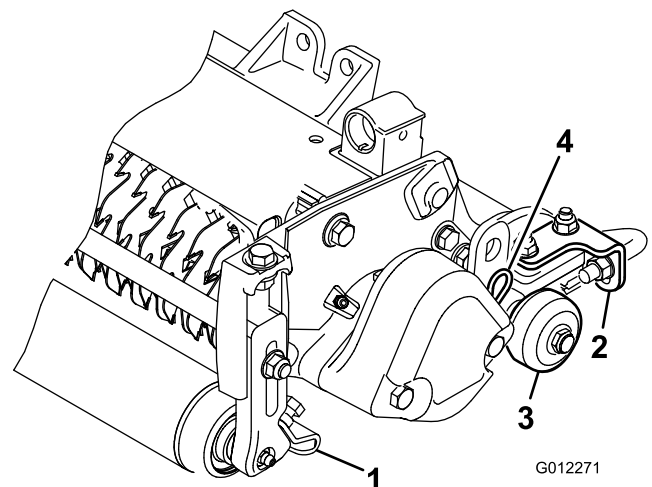

Figura 6
- Allentate i dadi flangiati che assicurano i raschiarulli (Figura 6).
Prima di abbassare i verticutter fino al pavimento o prima di rimuoverli dalla macchina, abbassate le ruote di trasferimento (Figura 6) per proteggere le lame dal contatto con la superficie dura.
I verticutter possono essere installati su uno qualsiasi dei tre punti di montaggio del trattore. La figura 6 illustra l'orientamento del motore idraulico rispetto a ciascuno dei punti di montaggio. Per tutte le posizioni che richiedono il montaggio del motore sul lato destro del verticutter, installate un contrappeso sul lato sinistro. Per le posizioni che richiedono il montaggio del motore sul lato sinistro, installate un contrappeso sul lato destro del verticutter.